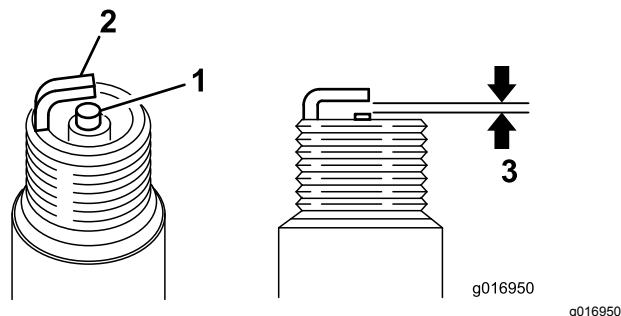

図 39
3. 図 39のように、エアギャップを 0.60.7mm に調整する。点火プラグをエンジンに取り付け、23N・m 2.35kg・m = 17ft-lbにトルク締めする。